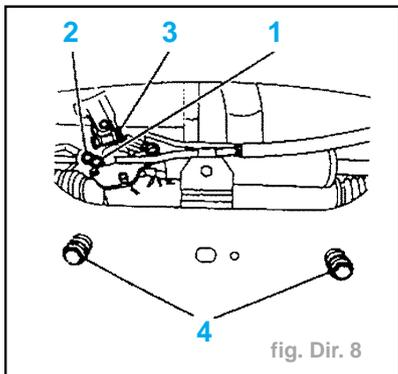

fig. Dir. 8
- Débrancher (fig. Dir. 8) :
- le tuyau (1) haute pression de la valve distributrice,
- le tuyau (2) basse pression de la valve distributrice.
- Déposer le vis (3) (fig. Dir. 8).
- Déposer les vis (4) (fig. Dir. 8).
- Serrer (daN.m) (fig. Dir. 8) :
- les vis (4) de fixation carter de direction sur berceau..... 8
- les vis (3)..... 2,5